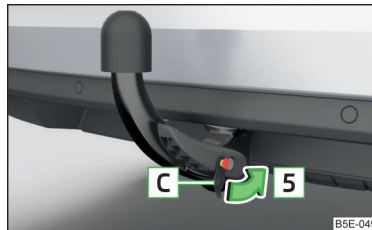

Abb. 303
- › Die Kappe **C** auf das Schloss in Pfeilrichtung **5** stecken und eindrücken » Abb. 303.